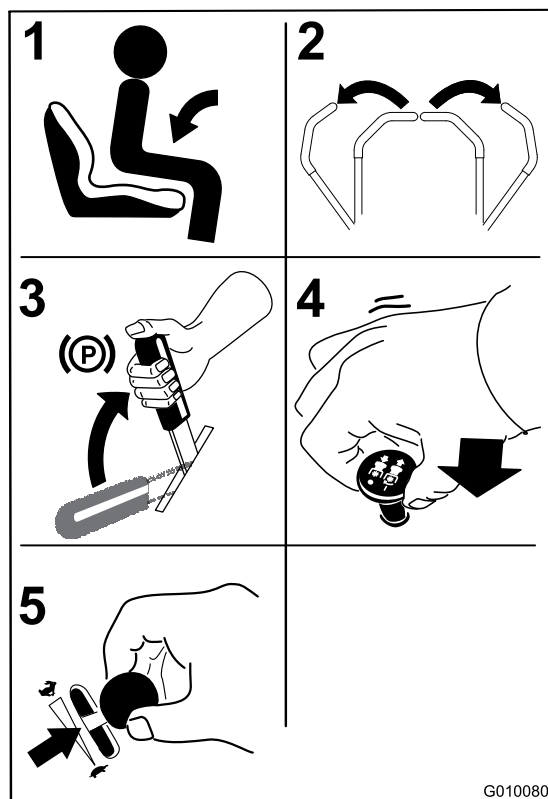

Figura 15
1. Siéntese en el asiento (Figura 15).
2. Mueva los controles de movimiento hacia fuera a la posición de bloqueo/punto muerto (Figura 15).
3. Ponga el freno de estacionamiento (Figura 15); consulte Aplicación del freno de estacionamiento.
4. Mueva el mando de control de las cuchillas a la posición de Desconectado (Figura 15).
5. Mueva la palanca del acelerador a la posición Estárter antes de arrancar el motor si éste está frío (Figura 15).